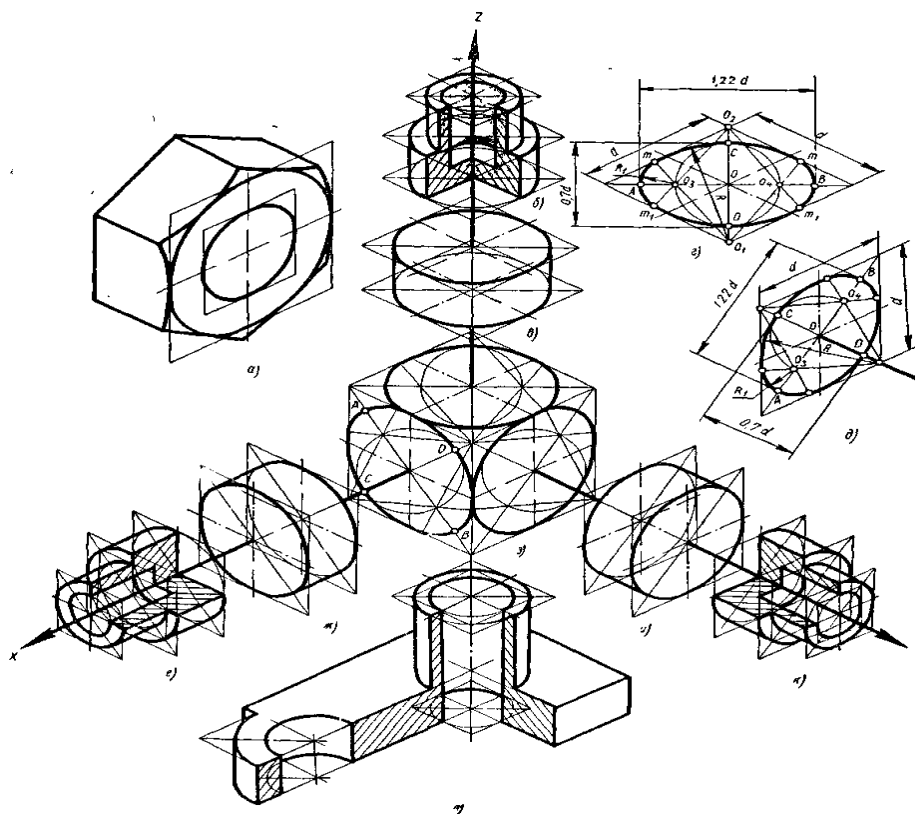

Рис.5.3
Окружности, расположенные в плоскостях, параллельных плоскостям проекций H , V , W , изображаются в аксонометрических проекциях в виде эллипсов. Во всех случаях изображения окружностей в виде эллипса малая ось эллипса должна быть перпендикулярна большой оси. Если окружность расположена в плоскости, параллельной плоскости H , то эллипс должен иметь: большую ось AB — горизонтальную, малую ось CD — вертикальную (рис. 5.3, з, г). Если окружность расположена в плоскости, параллельной плоскости V (рис. 5.3, з, д), то большая ось эллипса должна быть проведена под углом 90° к оси YO . Если окружность расположена в плоскости, параллельной плоскости W (рис. 5.3, з), то большая ось эллипса располагается под углом 90° к оси XO . Если считать, что окружности вписаны в квадраты, а изометрические проекции квадратов являются ромбами, то большие оси всех указанных трех эллипсов будут направлены по большим диагоналям этих ромбов (рис. 5.3,з). При построении изометрической проекции предмета без сокращения по осям X , Y , Z длина большой оси эллипса берется равной $1,22$ диаметра изображаемой окружности (рис. 5.3, г, д). Длина малой оси эллипса равна $0,7$ этого диаметра (рис. 5.3, г и д).
Построение овала по большой и малой его осям производят таким образом (рис. 5.3, г): 1) проводят две оси — горизонтальную и вертикальную и две изометрические оси OX и OY ; 2) из точки O по осям OX и OY откладывают отрезки, равные радиусу данной окружности; 3) через концы этих отрезков проводят прямые, параллельные осям OX и OY , до взаимного пересечения; 4) из центров O_1 и O_2 радиусами, равными R , проводят дуги окружностей овала, проходящие касательно сторонам ромба; 5) из точки O радиусом OC , равным половине длины малой оси овала, проводят дугу окружности. В точке пересечения этой дуги с большой осью овала получают центры O_3 и O_4 дуг малого радиуса $R_{\text{овала}}$; 6) соединяют прямыми точки O_3 и O_4 с точками O_1 и O_2 ; получают точки сопряжений дуг овала — точки m и m_1 ; 7) из центров O_3 и O_4 проводят дуги радиусами R_1 , равными расстоянию O_3m . Упрощенный метод построения овалов в изометрии представлен на рис. 5.3, а, б, в. 1. Проводят вертикальную и горизонтальную оси. Точки их пересечения O . 2. Из этой точки O проводят две вспомогательные концентричные окружности радиусами, равными половине длины большой и малой осей. 3. Точки O_1 соединяют прямыми с точками p .
4. Из точек p , как из центров, радиусами, равными Dp , проводят дуги окружности. 5. Эти дуги сопрягают дугами радиусов r , равных O_1m , проведенных из центра O_1 . Рис. 5.3, в, ж, и иллюстрирует построение овалов у цилиндров и заготовки-шестигранной гайки (рис. 5.3, а). На рис. 5.3, б, е, к показано построение овалов у полых деталей — стакана и выполнены разрезы стакана со штриховкой. Внизу показана полая деталь — корпус (рис. 5.3, л) с разрезом, выполненным по осям отверстий. При построениях части эллипса или овала, при вычерчивании в аксонометрических проекциях моделей или деталей необходимо предварительно выполнить построение целого эллипса (овала), как показано на рис. 5.3